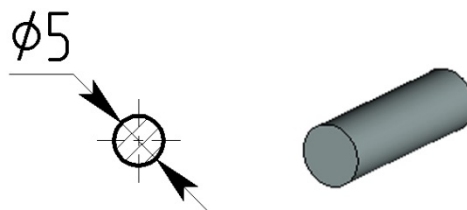

Рисунок 15 – Эскиз и вид детали «Ось»
- К профилю применить операцию «Выталкивание» с пометкой «в обратном направлении» - симметрично, величина выталкивания 8 мм (рисунок 15)